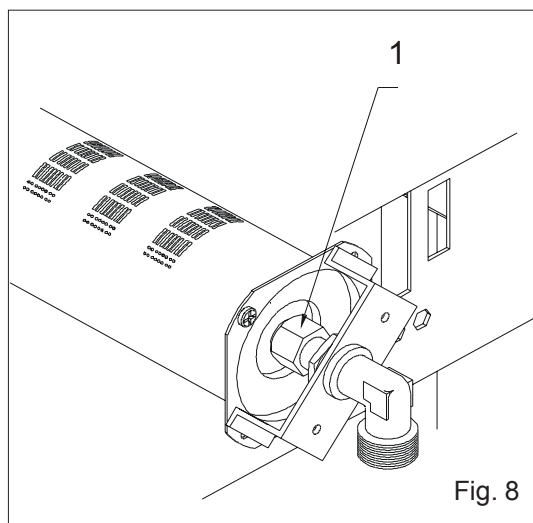

Fig. 8
- quitar el tornillo "P" (Fig.8) de la toma de presión de la válvula;